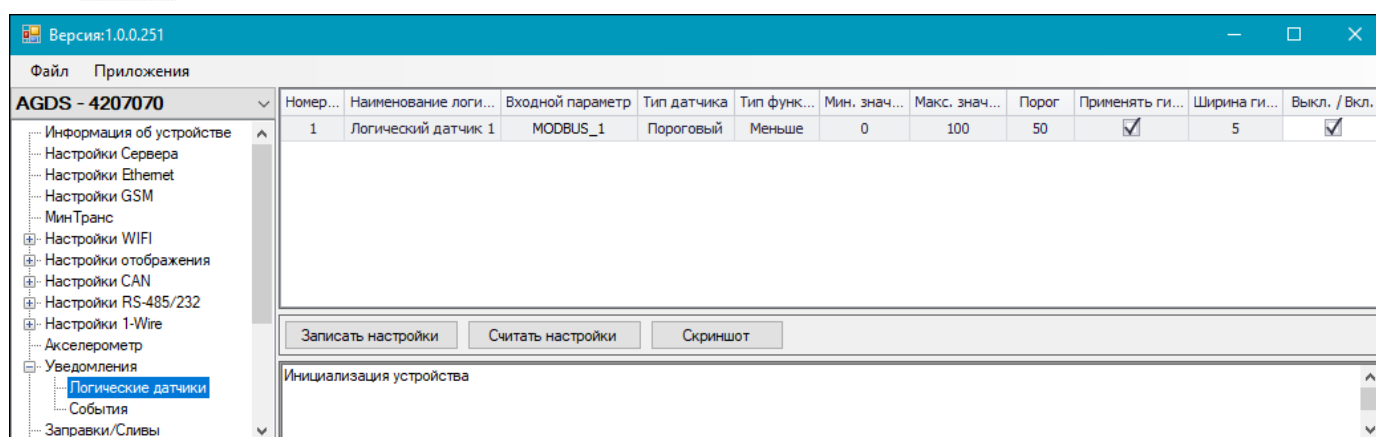

Рис.94. Рабочая область пункта «Логические датчики»
10. Выберите в списке программы-конфигуратора пункты Уведомления | Логические датчики (Рис.94).